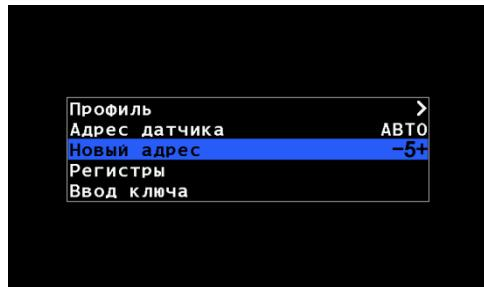

Рисунок 28
10. Кнопками "**Вверх**" и "**Вниз**" выбрать пункт "**Адрес датчика**" и кнопками "**Плюс**" и "**Минус**" задать **текущий программный адрес** подключенного датчика (см. "Рисунок 28") или выбрать "**АВТО**", если адрес неизвестен.
11. Кнопками "Вверх" и "Вниз" выбрать пункт "Новый адрес" и кнопками "Плюс" и "Минус" задать **новый программный адрес** (см. "Рисунок 28"). После этого нажать кнопку "Меню". В результате удачного переименования на экран будет выведено сообщение – "Выполнено".